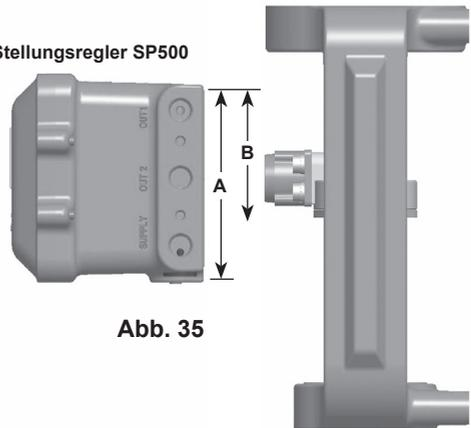

Abb. 35
- 5.2.7** Stellen Sie den Stellungsregler SP500 mit der Montageplatte an Stellantrieben mit Säulen durch vertikales Verschieben grob in die Mitte des Antriebs/Ventilhubes (Abbildung 30). Dieses mittige Befestigen des Stellungsreglers ist jedoch für dessen Funktion nicht zwingend notwendig. Unbedingt notwendig für einen einwandfreien Betrieb ist, dass der Hub **B** des Magneten sich innerhalb des linearen Arbeitsbereichs des Sensors, Hub **A**, befindet, d. h. der vertikalen Dimension, die auf dem Stellungsreglergehäuse markiert ist (siehe Abbildung 35).